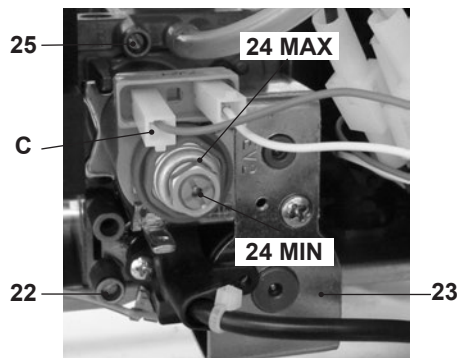

Fig. 7.3
- A caldaia spenta (fuori servizio), controllare la pressione di alimentazione utilizzando la presa 22 in Fig. 7.3 e confrontare il valore letto con quelli riportati nella tabella Pressioni di alimentazione gas nella sezione "Dati tecnici" pag. 22.
- Richiudere bene la presa di pressione 22 in Fig. 7.3.
- Aprire la presa di pressione 25 in Fig. 7.3 e collegare un manometro.
- Confrontare il valore di pressione misurato con quello indicato nelle tabelle "Pressione gas massima al bruciatore" Fig. 7.4 e Fig. 7.5. Per tarare la pressione al bruciatore agire sul dado esagonale grande in ottone dell'operatore modulante 24 max in Fig. 7.3 (ruotando in senso orario la pressione aumenta).
- Sconnettere il filo di alimentazione C dell'operatore modulante 24. Fare attenzione che non vada a toccare le parti metalliche della caldaia Fig. 7.3.
Per tarare la pressione al bruciatore agire sulla vite in plastica (24 MIN. in Fig. 7.3) tenendo fermo il dado esagonale in ottone grande (24 MAX. in Fig. 7.3) dell'operatore modulante (ruotando in senso orario la pressione aumenta).
- Collegare il filo di alimentazione C in Fig. 7.3 dell'operatore modulante.
- **Chiudere molto bene la presa di pressione 25 in Fig. 7.3.**
- Aprire la presa di pressione in Fig. 7.3 e collegare un manometro.